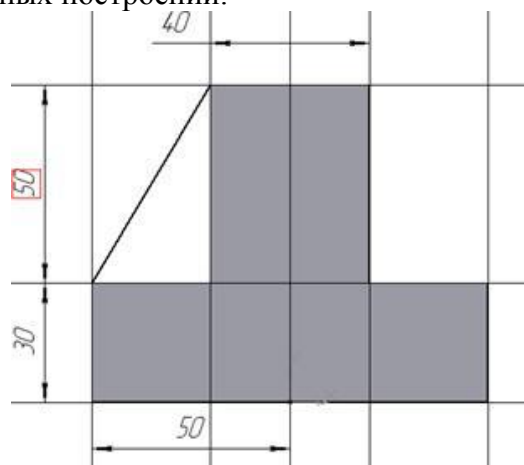

Рисунок 69 - Построение эскиза ребра жесткости
4. Для построения ребер жесткости на фронтальной плоскости проекций построим эскиз (рис.69), для которого предварительно сделаем вспомогательными прямыми разметку. Эскиз обязательно следует вычерчивать отрезком (тип линии – основная), вспомогательные прямые служат только для предварительных построений.